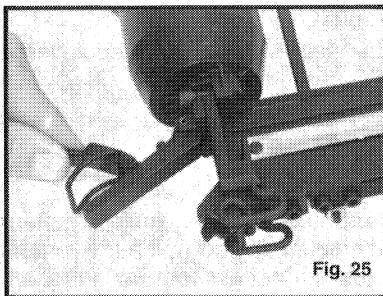

Fig. 25
3. Déverrouiller l'attache rapide et ouvrir la plaque à charnière de guidage du clou. (Voir fig. 25).
Déverrouiller l'attache rapide et ouvrir la plaque à charnière de guidage du clou (voir fig. 25). Nettoyer cette zone à fond régulièrement car il s'y accumule des résidus du matériau utilisé pour coller les clous en bande. Une légère couche de lubrifiant sec (tel que Porter-Cable No. 1255066) peut être appliquée au rail de guidage du heurtoir. N'UTILISER QUE DU LUBRIFIANT SEC !